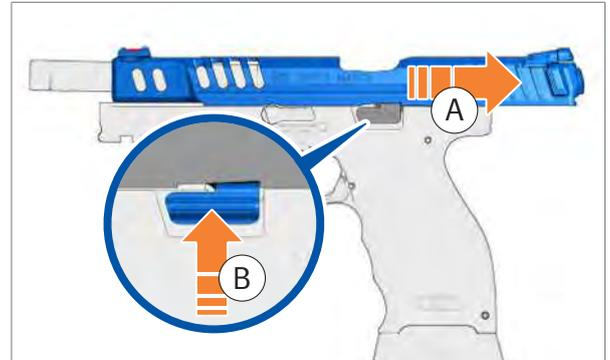

Abb. 19: Verschluss arretieren
1. Verschluss vollständig nach hinten ziehen und halten (Abb. 19).
2. Verschlussfanghebel nach oben drücken und Verschluss arretieren (Abb. 19).